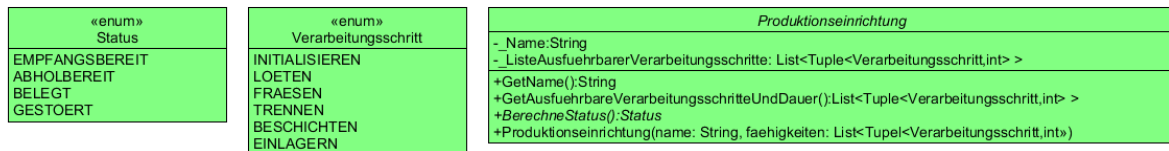

Abbildung 2 – Klasse Produktionseinrichtung und die benötigten Enumerationen
**TA-1.2** Erstellen Sie ein **Analyseklassendiagramm** der Fertigungsabteilung mit allen beteiligten Klassen. Verwenden Sie dabei die vorgegebenen Klassen (vgl. Abbildung 2). Notieren Sie alle benötigten Rollennamen. Als Ausgangspunkt nutzen Sie bitte zwingend die Ihnen zur Verfügung gestellte „.uxf“-Datei, diese können Sie mit UMLet/UMLetino bearbeiten. Sie können diese über folgenden Link personalisiert herunterladen: [https://wwwpub.zih.tu-dresden.de/~mwinfo2/direkt\\_2020/AKD.php](https://wwwpub.zih.tu-dresden.de/~mwinfo2/direkt_2020/AKD.php)
- Zur Unterstützung wird Ihnen ein Framework (siehe [http://wwwpub.zih.tu-dresden.de/~mwinfo2/direkt\\_2020/Dokumentation/index.html](http://wwwpub.zih.tu-dresden.de/~mwinfo2/direkt_2020/Dokumentation/index.html)) zur Verfügung gestellt, das wesentliche Klassen (vgl. Abbildung 2) sowie Enumerationen vorgibt. Weiterhin steht Ihnen nach der Abgabe von **TA1** das zum **EKD** erweiterte Diagramm aus TA1.2 zur Verfügung (Ab 01.06.2020). Nutzen Sie dieses sowie das zur Verfügung gestellte Framework **zwingend** im weiteren Verlauf. Schauen Sie sich die Dokumentation dazu genau an und analysieren Sie die gegebenen Klassen und Enumerationen. Passen Sie ggf. Ihre Attribut- und Funktionsnamen entsprechend an.